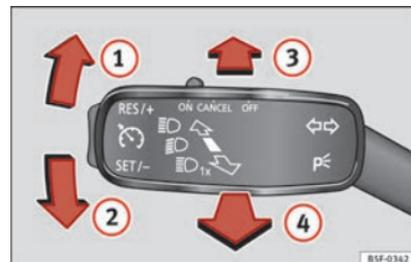

Fig. 131 Levier des clignotants et des feux de route.
- Déplacez le levier » fig. 131 vers le haut ① ou vers le bas ②.
- Poussez le levier » fig. 131 vers l'avant dans le sens de la flèche ③.
- Les feux de route s'éteignent et le levier revient à la position d'origine dans le sens de la flèche ④.
- Tirez le levier » fig. 131 vers le volant (jusqu'à la butée) dans le sens de la flèche ④.
- Déplacez le levier des clignotants » fig. 131 » page 126 vers le haut ou vers le bas – les feux de position du côté droit ou gauche du véhicule s'allument.